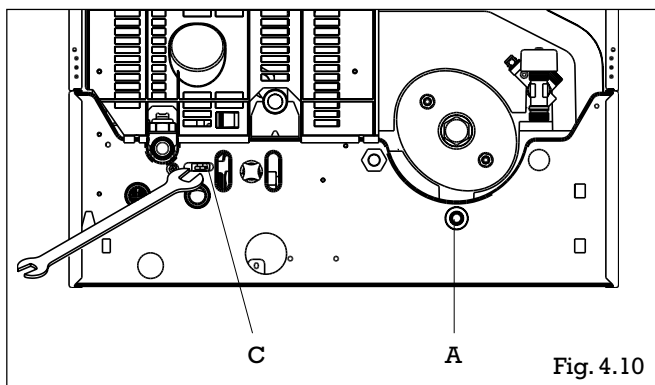

Fig. 4.10
- dévisser légèrement la petite vanne de vidange (C) placée sous le pressostat eau (clé plate de 11 à glisser par le dessous), l'eau s'écoulera par le petit tube plastique (fig. 4.10)